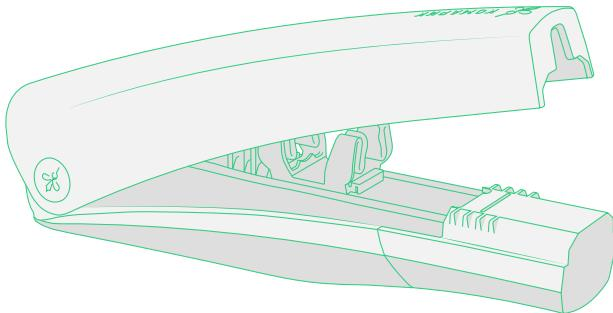

Рисунок 21 – Раскрытие изделия
2. Раскрыть изделие, рисунок 21: